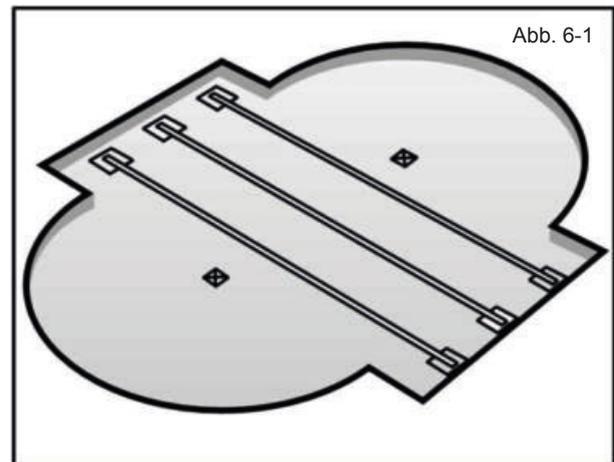
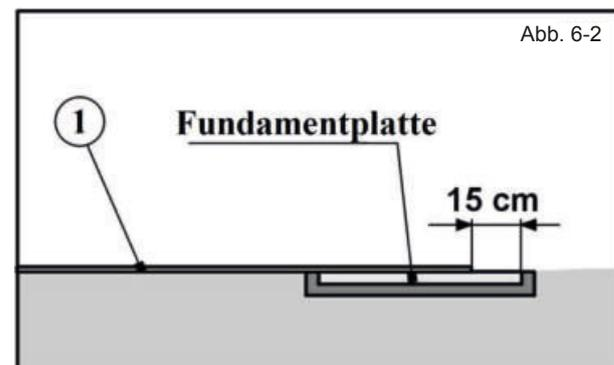

Abb. 6-1
Abb. 6-2
- b) Legen Sie nun die Streifen [1] auf der Poolfläche parallel nebeneinander, sodass diese mit den Enden auf den Fundamentplatten liegen und die Platten miteinander verbinden (Abb. 6-1). Die Enden der Metallstreifen [1] sollten mittig auf den Betonplatten liegen und müssen mindestens 15 cm von den Enden Platten entfernt sein (Abb. 6-2).